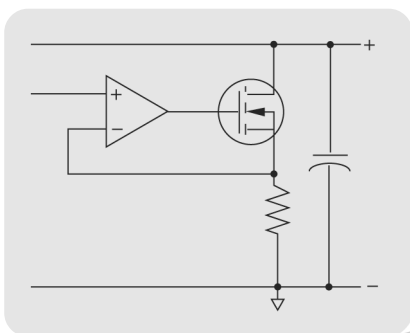

图 1: 具有跨输出端 FET 的下编程电路
- 在图1中，FET跨在输出端上。每当输出电压高于编程值，FET就被激活而给输出电容器放电。FET的瞬态电流范围从电源额定输出电流的10%到20%。低压时的最大负载被限制为FET的开启电阻加串联的监视电阻，因此下编程电流在接近0V时性能会略有下降。